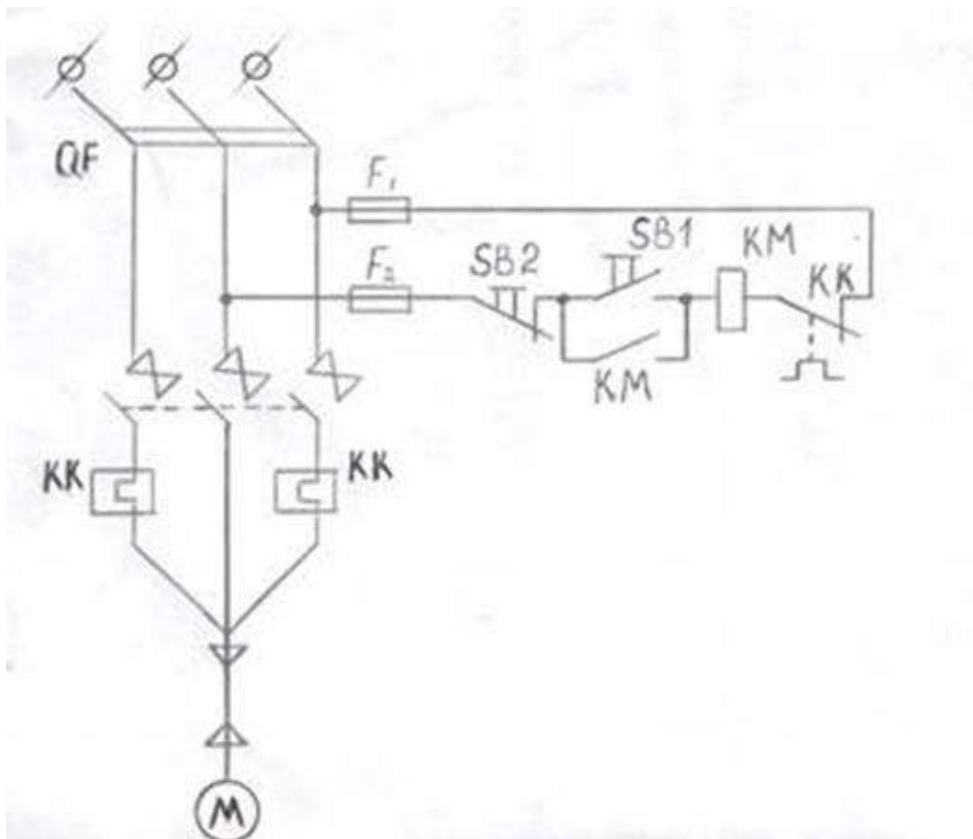

Рисунок 10. Схема пуска и защиты двигателя
который также ниже ударного пускового тока двигателя. Поэтому пускатель ПМЛ 221002 с номинальным током 20 А, предназначенный для работы в категории АС – 4, для данной схемы (рисунок 10) не пригоден.
Для реализации схем пуска двигателя (рисунок 10) можно использовать контактор и дополнительное тепловое реле.
- в) согласно схеме включения двигателя (рисунок 10) аппарат должен иметь не менее трех замыкающихся силовых контактов и одного замыкающегося вспомогательного контакта;